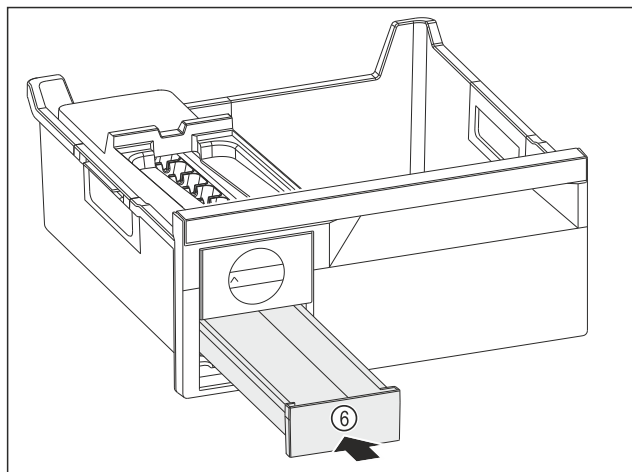

Fig. 171
- ▶ Introducir el cajón para cubitos de hielo Fig. 171 (6).